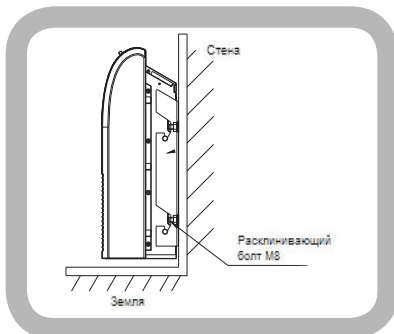

Рисунок 8
- c. выровнять устройство по горизонтали и затянуть болты (Рис. 8).